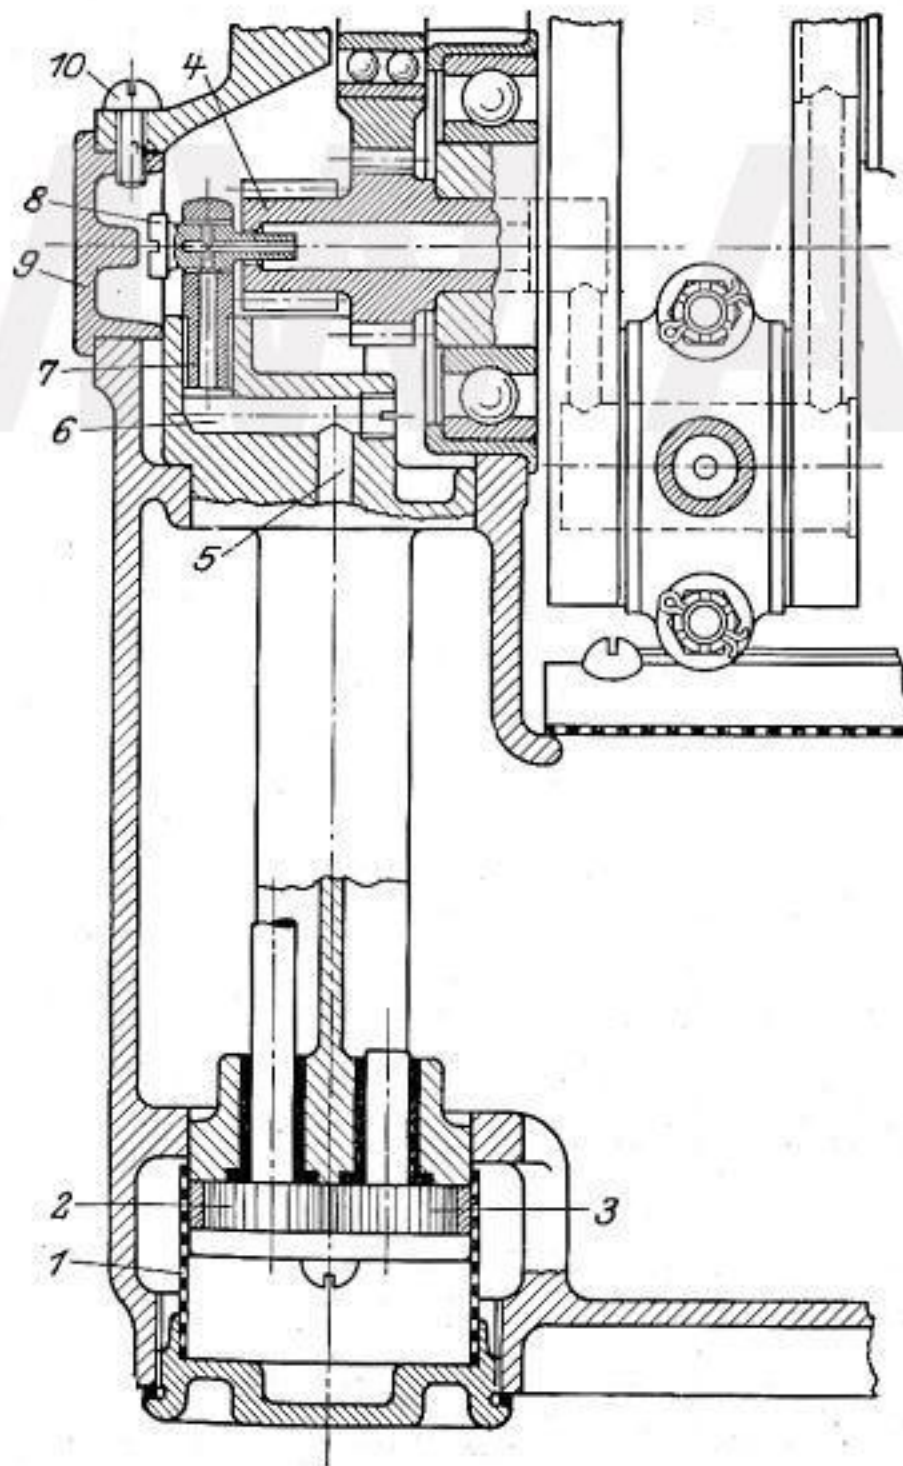
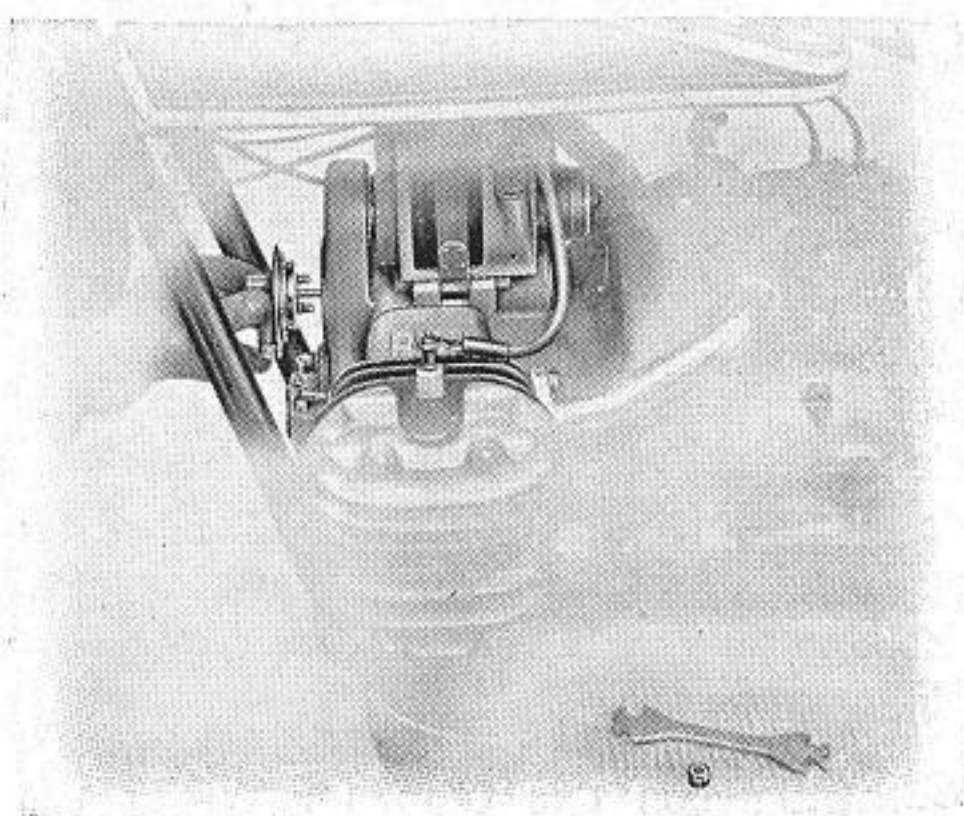

Abb. 9. Schematischer Schnitt durch die Ölpumpe.
Abb. 17
Durch einen im Gehäuseunterteil angebrachten Seiher **1** saugt die Ölpumpe, deren Anordnung in Abbildung 9 schematisch dargestellt ist, das Öl durch die Tätigkeit der Zahnräder **2** und **3** an, von denen das erste am unteren Ende einer langen, senkrechten Welle sitzt, die durch ein Schneckenrad von einer auf der Kurbelwelle des Motors angebrachten Schnecke **4** angetrieben wird. Das Öl steigt in der Bohrung **5** hoch und gelangt durch die Querbohrung **6** an die in dem Zwischenstücke **7** herauserschraubbar angebrachte Öldüse **8**, von der es durch die Hauptleitung des Motors den einzelnen Schmierstellen zugeführt wird. Etwaige, trotz des Seiher in die Ölpumpe gelangten Verunreinigungen setzen sich in der Düse **8** fest. Sie müssen entfernt werden, sobald der Motor nicht genug Öl erhält, was sich durch harten Gang des Motors und schließliches Heißwerden der Zylinder bemerkbar macht. Die Öldüse ist leicht von außen erreichbar und zwar ist es nur notwendig, den am Motorgehäuse vorne in der Mitte angebrachten Verschlußdeckel **9** nach Zurückdrehung der Sicherungs-
6. Kontrolle und Montage: Soll aus irgend welchem Grunde der Entlüfter ausgebaut werden, so ist nur nötig, die Mutter von dem Deckel an der Rückseite der Steuerwelle zu schrauben, worauf das Entlüftergehäuse mit dem Bolzen an der Vorderseite des Motorgehäuseoberteiles abgenommen werden kann. (Abb. 17.) Beim Einbau ist auf die richtige Stellung des Entlüftergehäuses besonders acht zu geben, die aus Abb. 9 ersichtlich ist.